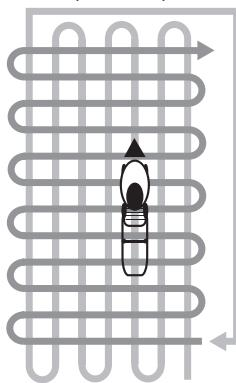

Рис. 12 Схема кошения высокой и/или загущенной травы
- При кошении в тяжелых условиях (п.3,4) рекомендуется проводить повторный покос с меньшей высотой скашивания (Рис. 12).